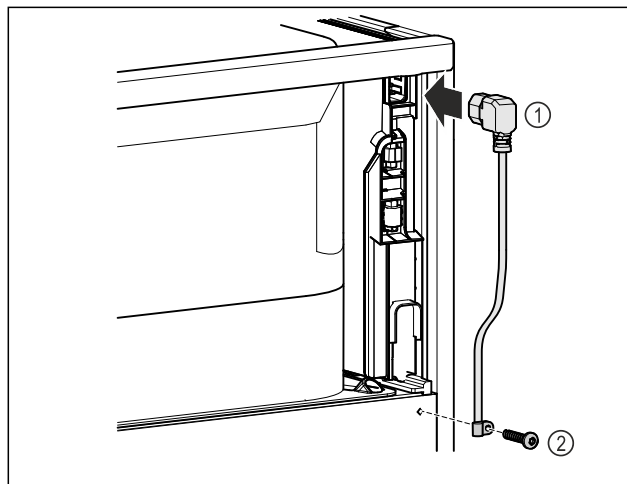

Fig. 11
► Ievietojiet tīkla pieslēguma vada vājstrāvas ierīces ligzdu Fig. 11 (1) ierīces aizmugurē.
► Uzstādiet nostiepuma atslogošanas palīgierīci. Fig. 11 (2)